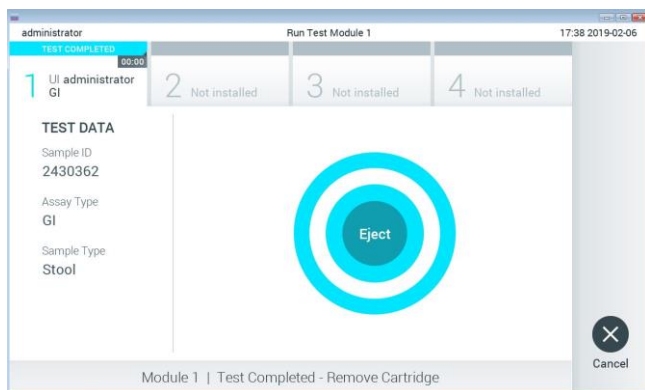

Figura 16. Afișarea ecranului Eject (Scoatere).
22. După ce testarea este finalizată, va apărea ecranul **Eject** (Scoatere) (Figura 16, pagina următoare) și bara de stare a modulului va afișa rezultatul testării, sub forma uneia dintre următoarele opțiuni: